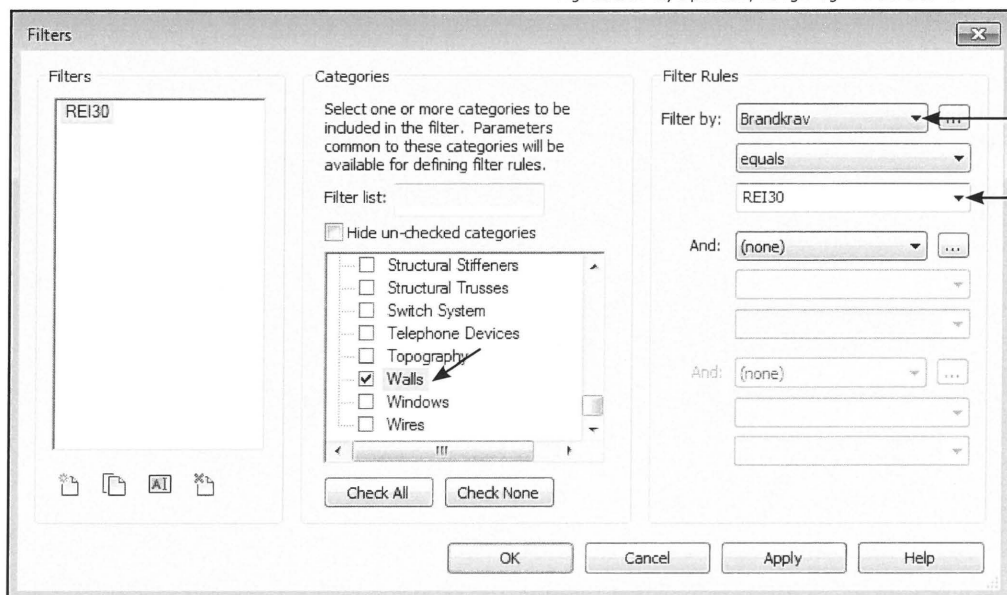

Fig. 13.09.
- Find *Walls* på listen (Fig. 13.09).